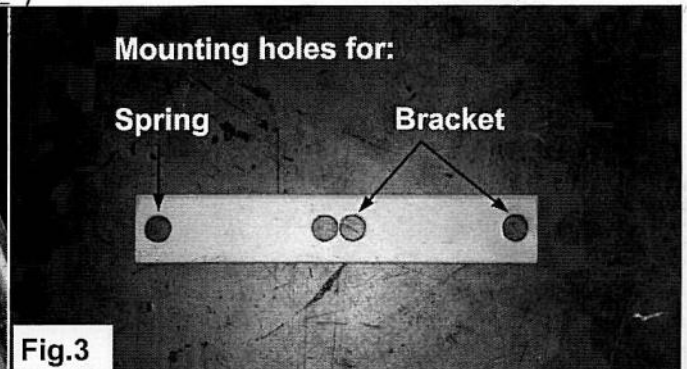

Fig.3
2. Montera LAV-plattan med mutter **A** i hålet för originalstöden. Se till att plattan placeras så långt det går mot bilens framsida och att ligger jämt med originalstöden. Använd de anvisade hålen och borra ett 8 mm hål i det undre hålet och sätt fast mutter **B**. Se fig 3 och 4.
2. Mount the LSV bracket with bolt **A** in the hole of the original bracket. Take care that the LSV bracket is mounted as far as possible to the front of the car and that the LSV bracket is parallel to original bracket. Use the holes as shown on the picture. Drill a 8 mm hole in the lower hole and mount bolt **B**. See Fig. 3 and 4.